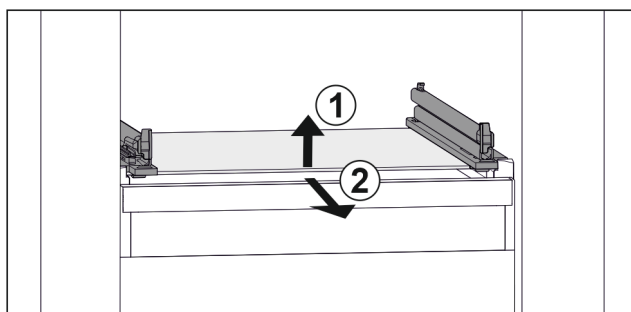

Fig. 139 Примерное отображение стеклянной пластины
- ▶ Приподнимите стеклянную пластину спереди. Fig. 139 (1)
- ▶ Извлеките стеклянную пластину движением вперед. Fig. 139 (2)